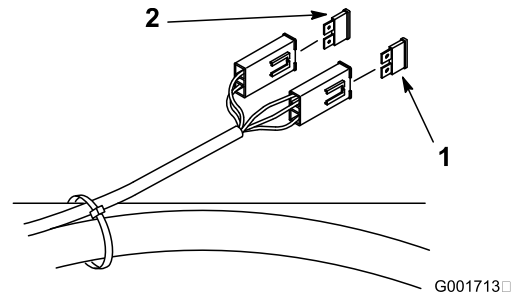

Figura 42
1. Desenganche el asiento y levántelo para tener acceso al portafusibles (Figura 42).
3. Instale un fusible nuevo (Figura 42).